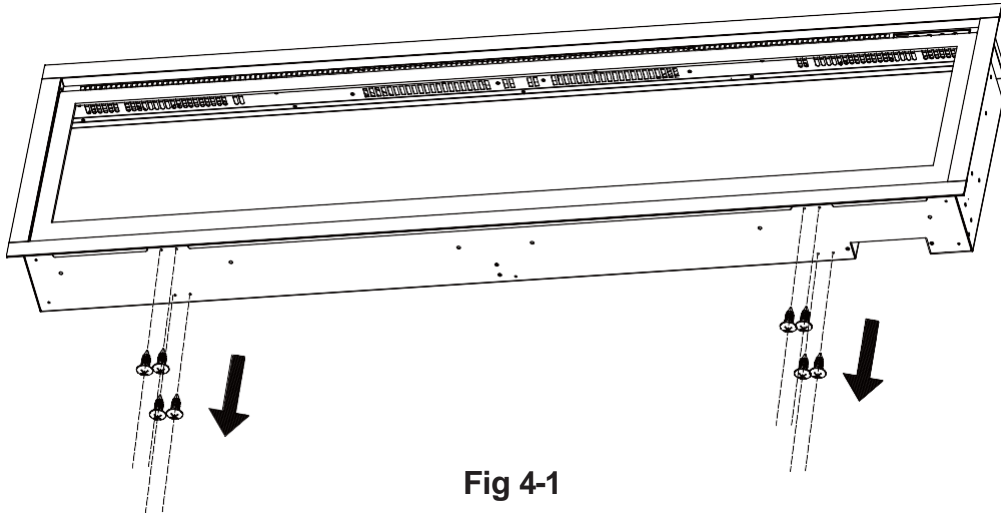

Fig 4-1
C. Retirez toutes les vis de la partie inférieure de l'appareil. (Fig. 4-1) Mettez les vis de côté.